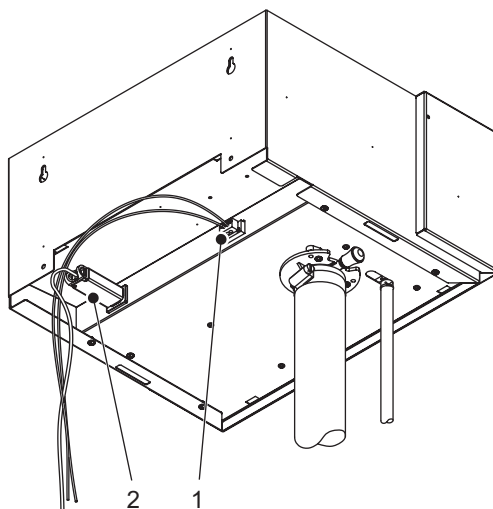

Figure 13 : Connexions électriques de l'unité de ventilation
- a. Enficher le câble de raccordement au réseau et le câble de la boucle de sécurité (fourni) à la prise appropriée sur l'arrière de l'unité de ventilation (fourni). Consulter la Figure 13.